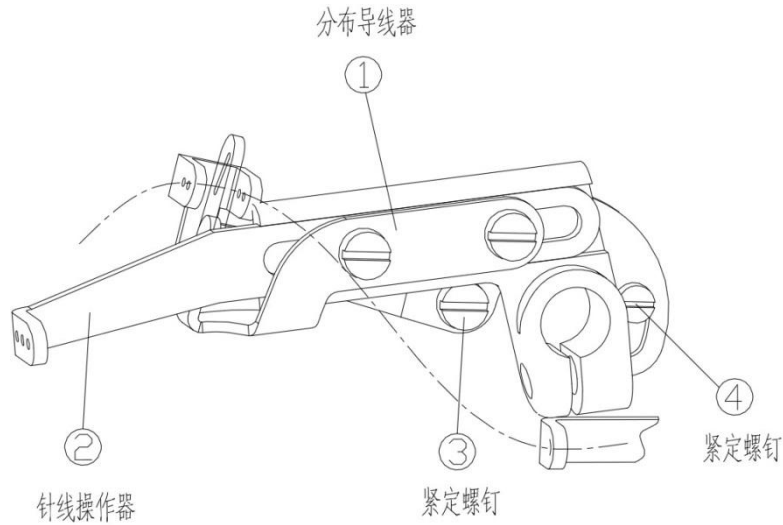

Figure 8-3
分布导线器①在最高点时，松开紧定螺钉③，分布导线器的导线线道里侧上端调整成与分布导线器的长槽下端一致，然后拧紧紧定螺钉③（图 8-3）。
① at the top point , release set screw③ , make the top of inner guide line fix to the bottom of guider slot, then tight the set screw ③ (Figure 8-3) 。